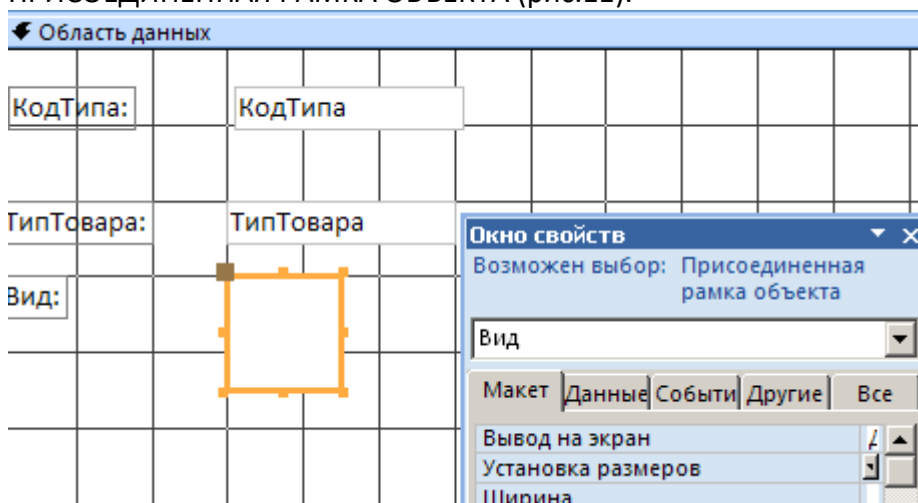

Рис.11. Создание присоединенной рамки объекта
2. Переместите поле ВИД из списка полей в область данных, правой кнопкой мыши вызовите контекстное меню объекта и убедитесь, что был создан объект ПРИСОЕДИНЕННАЯ РАМКА ОБЪЕКТА (рис.11).